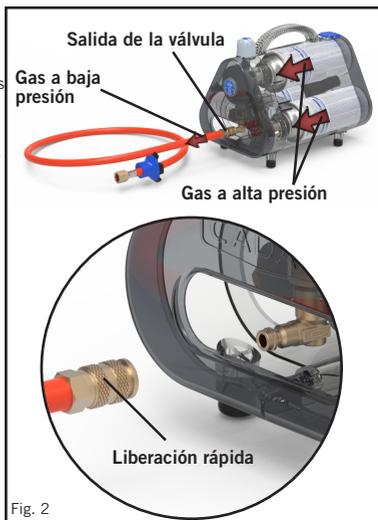

Fig. 2
- Asegúrese de que la manguera esté bien conectada a la salida del Power Pak (Fig. 2).